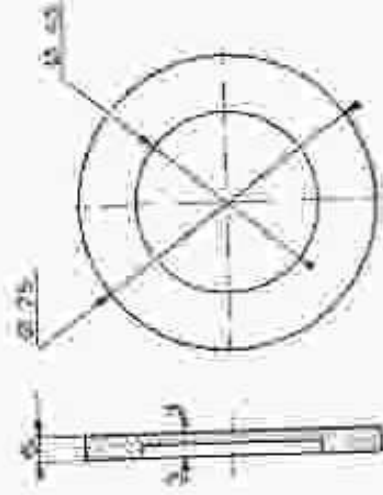

Fig. 30. — Côté de la console d'appui au « codav ».
• Appuyer à fond sur le poussoir (fig. 30) Soudet, avec la lampe-témoin :